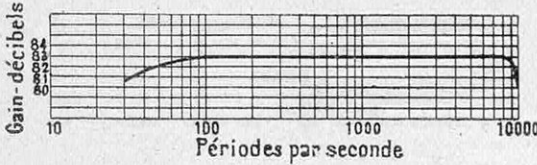

FIG. 1. — COURBE CARACTÉRISTIQUE D'UN AMPLIFICATEUR DE REDIFFUSION
L'auditeur est assuré, d'une part, de disposer de la puissance nécessaire pour son haut-parleur (entre 50 et 100 milliwatts) et, d'autre part, d'avoir une excellente audition, grâce à l'étude poussée des amplificateurs de départ dont la variation de puissance selon la fréquence ne dépasse pas 5 décibels (1) (entre 100 et 5.000 périodes par seconde par rapport à la fréquence de 800 périodes par seconde prise comme base). Ainsi les sons graves et aigus sont parfaitement rendus. La courbe (fig. 1) est précie-
(1) Voir *La Science et la Vie*, n° 182, page 110.